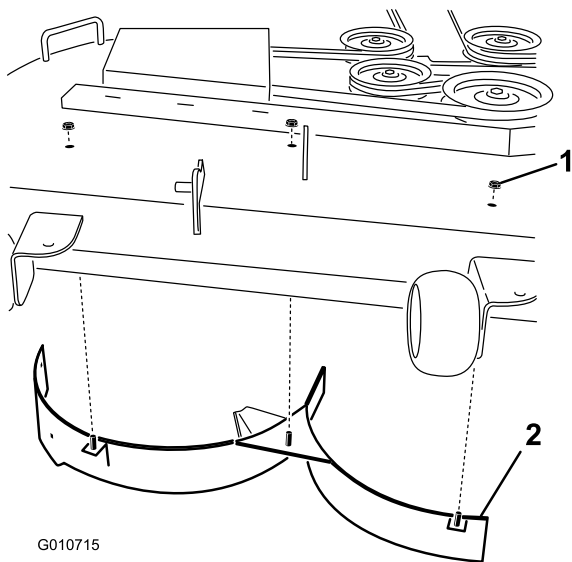

Figure 2
8. Montez le déflecteur droit sur le tablier de coupe comme illustré à la Figure 2. Fixez les ergots soudés du déflecteur droit sur le dessus du tablier de coupe, au centre, à droite du centre et droite, à l'aide de trois contre-écrous (5/16 pouce). Serrez les fixations à la main.